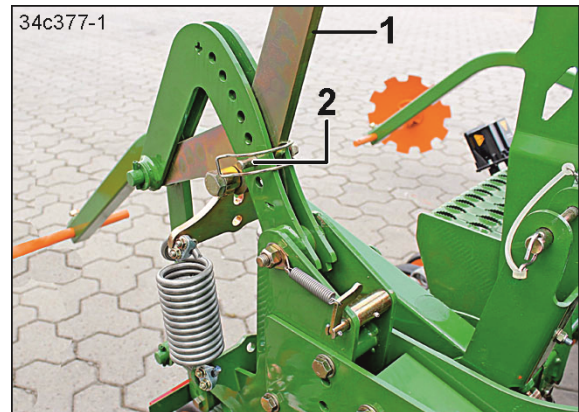

Bild 201
2. Dra kort i spaken (Bild 201/1) och ta bort rörsprinten (Bild 201/2).